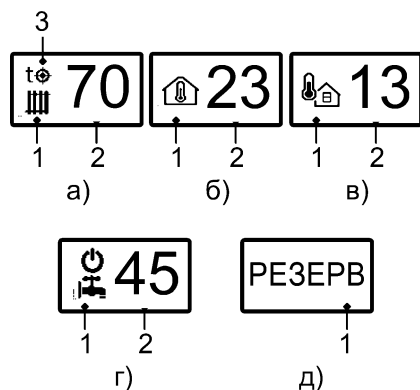

Рисунок 3. Виды главного окна
8.3 После деаэрации, котёл переходит в установленный ранее режим работы (см. рис. 3) По умолчанию установлен режим «ОТОПЛЕНИЕ». Если котел запускался ранее, то активируется предыдущий выбранный режим.
Виды главного окна приведены на рис.3.
При подключении NTC-датчика на дисплее отображается температура воды в баке косвенного нагрева (см. рис. 3. г). При подключении термостата на дисплее отображаются надписи: «ГРЕЕТ» когда идёт нагрев; «ПАУЗА» когда нагрев завершён, но продолжается циркуляция теплоносителя; «_____» когда отсутствует нагрев и циркуляция теплоносителя.